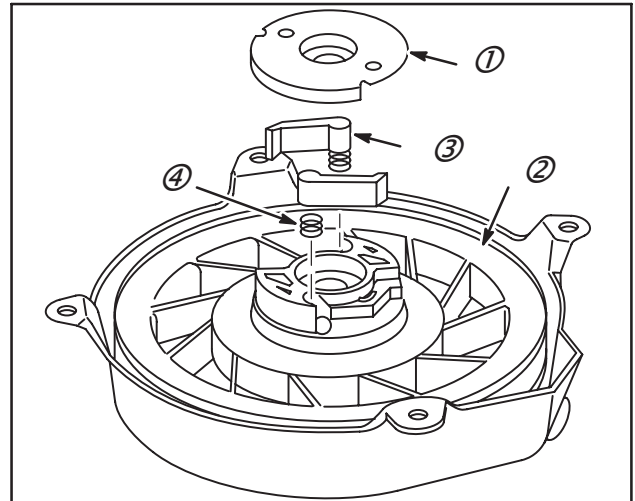

Fig. 46
4. Placer les cliquets (3) et leurs ressorts (4) dans la poulie, Fig. 46.
6. Monter l'arrêt sur la poulie avec les trous entre les cliquets et les butées sur la poulie, Fig. 46.